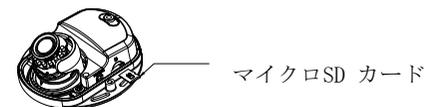

図2-1
- ローカル ストレージが必要な場合は、図2-1に示すように、マイクロSD カードをマイクロSD カード スロットに挿入します。